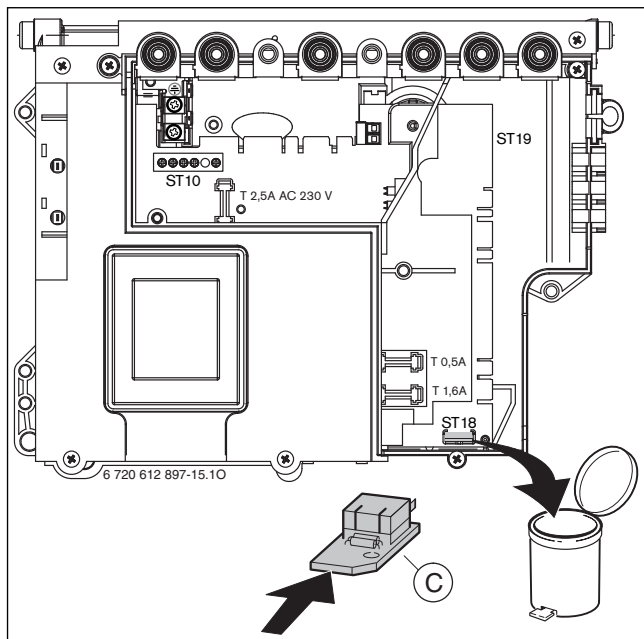

Fig. 39
- ▶ Cambiare la chiave di codifica (→ fig 39).